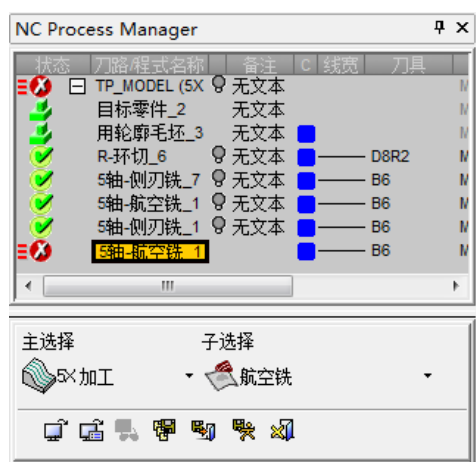

图 5-181 “NC Process Manager”对话框（5）
- 1) 创建程序。单击“加工向导”工具栏上的“加工程序”按钮，弹出“NC Process Manager”对话框 (5)，“主选择”为“5X 加工”，“子选择”为“航空铣”，如图 5-181 所示。